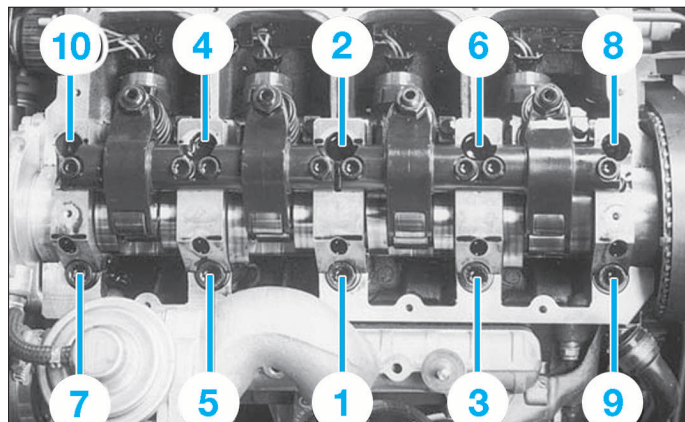

FIG. 60
• Desserrer progressivement et dans l'ordre inverse du serrage prescrit les vis de fixation de la culasse (Fig.60).
• Serrer les vis de culasse en respectant l'ordre et le couple de serrage prescrits (Fig.60).